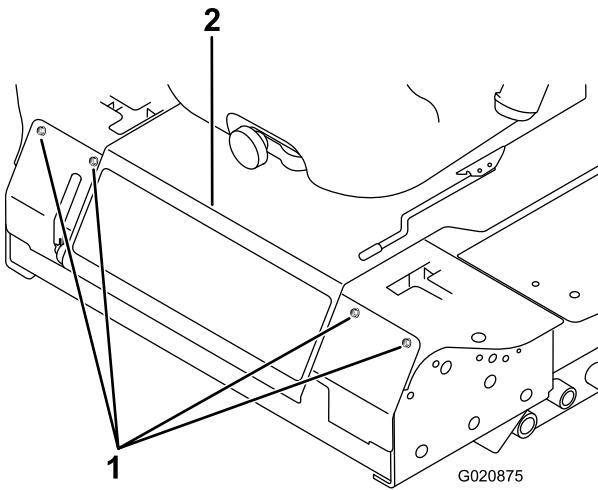

Figura 82
3. Afloje los pernos del panel delantero y retire el panel (Figura 82).